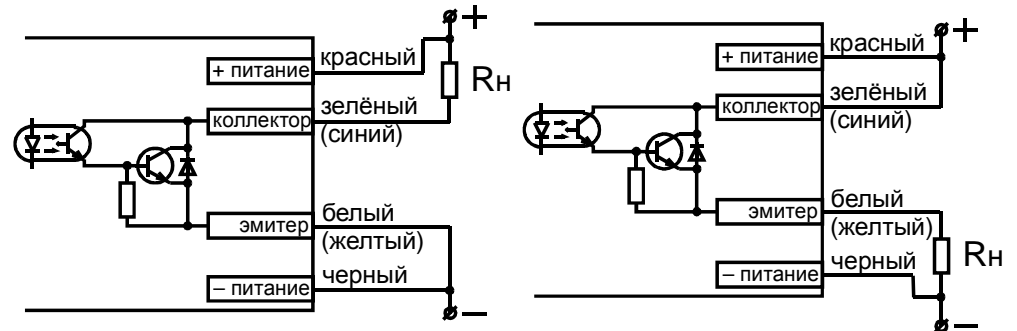

Рис.2. Схемы подключения фотодатчика МикРА Ф3.
- Выполнить все электрические соединения в соответствии со схемой подключения фотодатчика (рис.2).